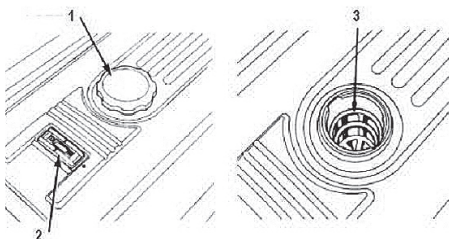

Рис. 1
**Проверка топлива** (Рис. 1).